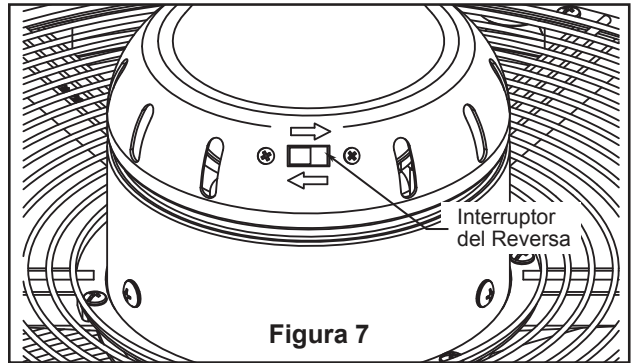

Figura 7
7. Corte el exceso de cable aproximadamente de 15 a 23 cm (6 a 9 pulgadas) por encima de la parte superior del barral. Pele 1,2 cm (1/2") del aislamiento en cada extremo del cable. (Figura 7)
7. Si se desea que el flujo del aire vaya en la dirección opuesta, apague el ventilador y espere a que se detengan las palas. Deslice la carcasa de la cubierta para visualizar el interruptor del reverso. Deslice el interruptor del reverso ubicado en la parte superior del motor hacia la posición opuesta y encienda de nuevo el ventilador. (Figura 7)